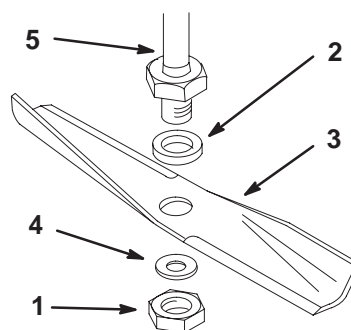

Figura 26
**Nota:** Verificate che la lama e la bulloneria siano montate nelle posizioni riportate nella Figura 26.